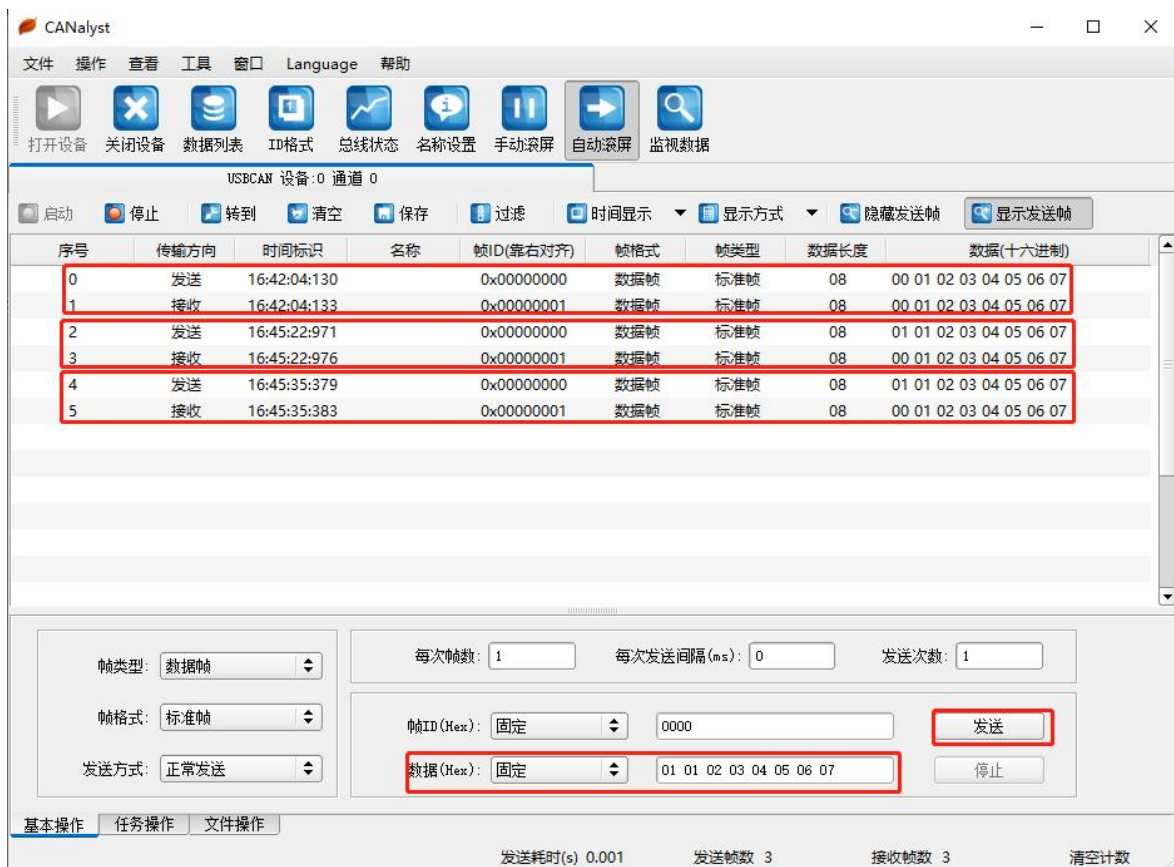

图 3-21
- 在 PC 端软件, 点击“发送”按钮发送数据, 同时能够收到板卡发来的数据, 接收到的数据一直为“00 01 02 03 04 05 06 07”。如图 3-21 所示发送接收了 3 组数据 (可以在“数据”的框中改变要发送的数据)。